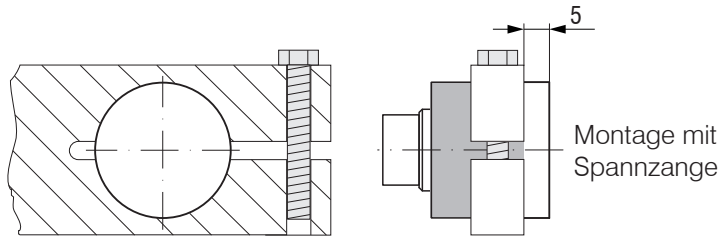

Abb. 7 Umfangsklemmung
4) Umfangsklemmung beginnt 5 mm hinter der Sensorstirnfläche, siehe Abb. 7.